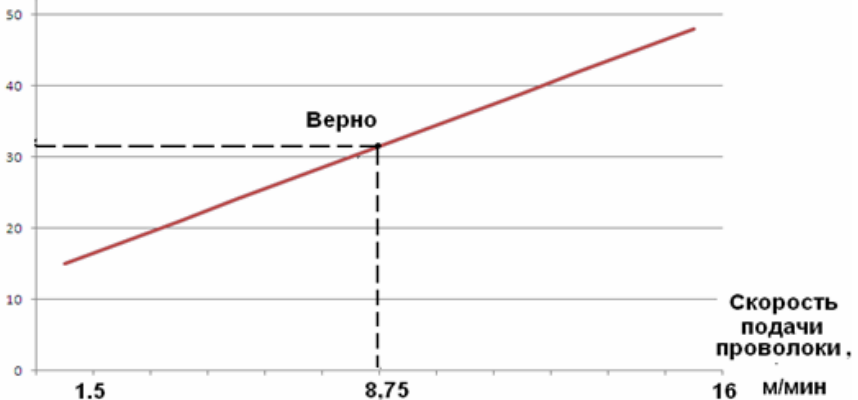

Рис. 7. График соотношения напряжения дуги и скорости подачи проволоки.
4. Регулятором скорости подачи проволоки на подающем механизме установите соответствующую подачу проволоки и напряжение дуги. На индикаторе сварочного тока (поз. 10, рис. 1) при предварительной настройке ничего не отображается - показания сварочного тока появятся только в процессе сварки. Подобрать оптимальное отношение напряжения и скорости подачи сварочной проволоки можно в соответствии с графиком (рис. 7).